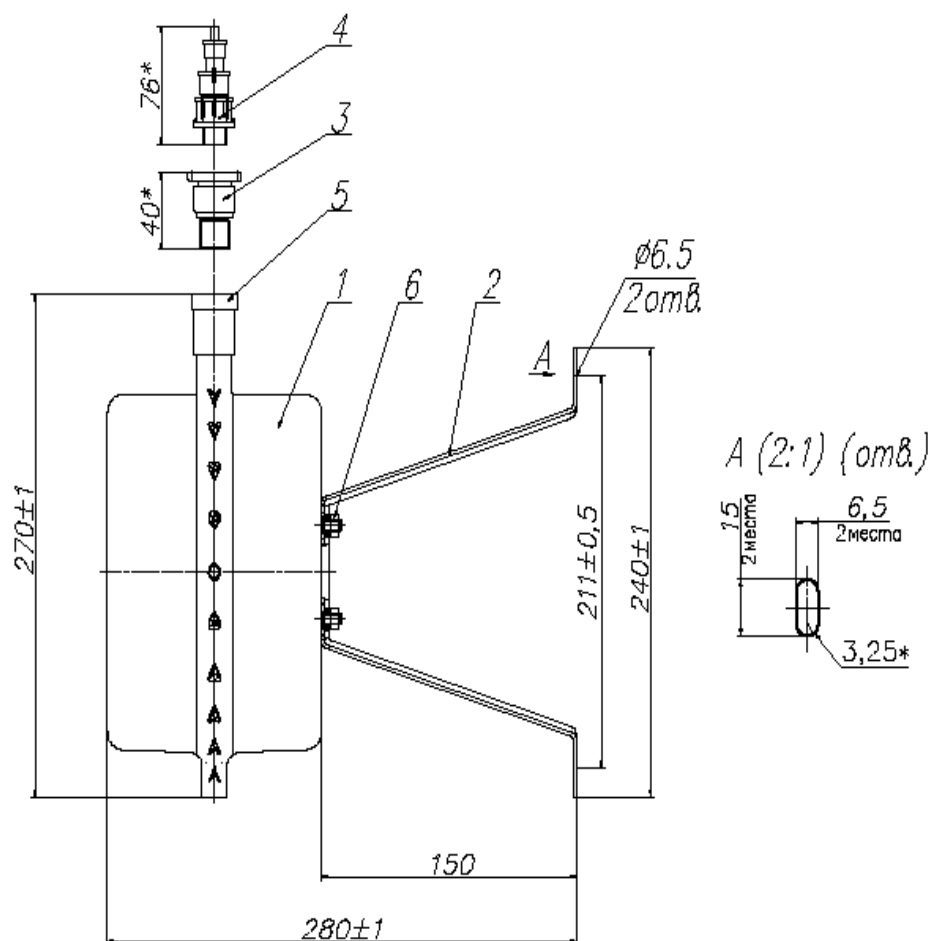

Рис.4. Генератор огнетушащего аэрозоля «ТОР 3500» в рабочем положении:
6.4. Снять транспортную заглушку 5 (рис. 4) и вернуть во втулку корпуса 1 электровоспламенитель 3. Усилие затяжки электровоспламенителя – 8-10 Нм.
ГОА «ТОР 3500» (рис.4) состоит из корпуса 1, собранного из двух полукорпусов, в каждом из которых размещена одна шашка из аэрозолеобразующего состава КЭП, характеристики которого соответствуют ТУ 4854-006-69229756-2013.
5.2. Монтаж генератора по первому варианту на стене или вертикальной части конструкции (рис. 4) производится таким образом, чтобы втулка корпуса 1 для установки электровоспламенителя 3 была направлена вверх. Для крепления кронштейна 2 в нем выполнены два продолговатых отверстия $6,5 \times 15$ мм.